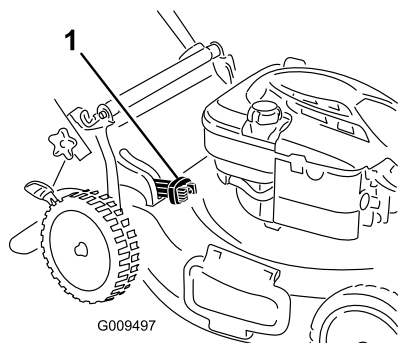

Рисунок 18
- Для сбора скошенной травы и листьев в мешок нажмите кнопку на рычаге сбора в мешок и двигайте рычаг вперед, пока кнопка на нем не вернется в исходное положение (Рисунок 18).